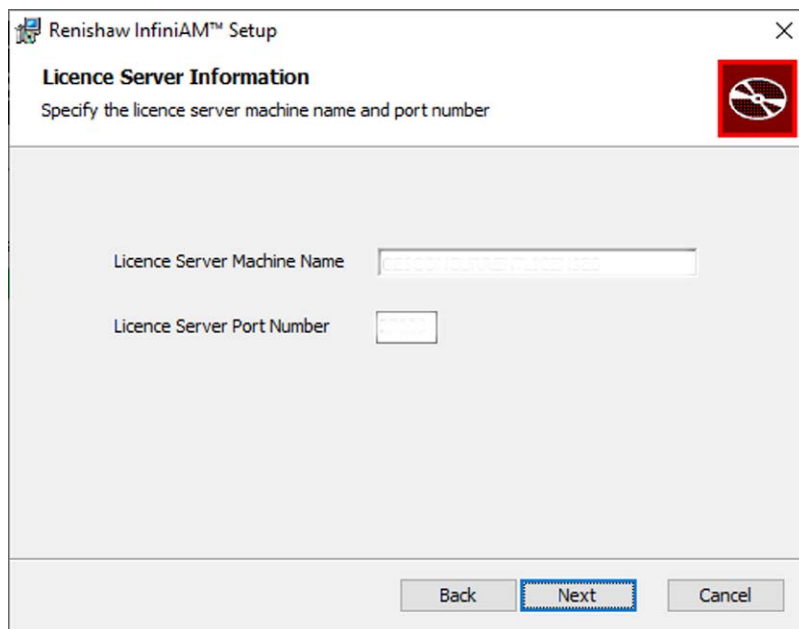

Figure 54 Informations sur le serveur de licences
7. Le serveur de licences flottantes doit avoir été configuré par votre équipe d'administration IT (si ça n'est pas le cas, consultez la section 6). Renseignez les champs avec les informations requises sur votre serveur de licences (nom de la machine serveur de licences et numéro de port du serveur de licences) (voir la Figure 54). Si le serveur de licences est installé sur la même machine que celle où est installé InfiniAM, utilisez le nom « localhost » comme nom pour la machine serveur de licences.